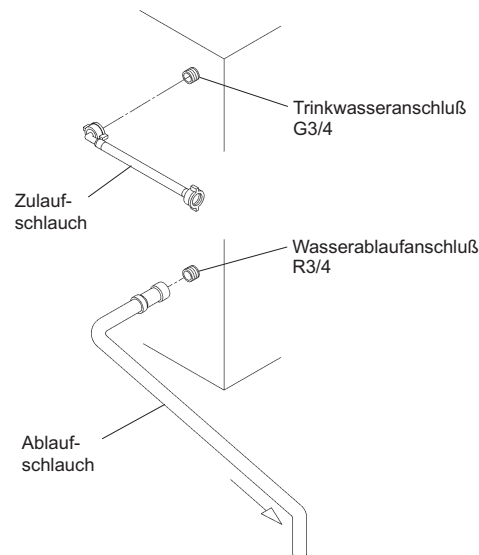

Abb. 4
- 1) Das abgewinkelte Ende des weißen, flexiblen Zulaufschlauches (Zubehör) auf den G3/4-Anschluß an der Rückseite des Eisbereiters schrauben (siehe Abb.4). Dabei ist darauf zu achten, daß die Gummidichtung richtig liegt. Mit der Hand ausreichend anziehen bis die Verbindung dicht ist.
- 3) Schrauben Sie wie (in Abb. 4) gezeigt den grauen, flexiblen Ablaufschlauch (Zubehör) mit der Hand auf den R3/4 Anschluß an der Rückseite des Eisbereiters. Dabei ist darauf zu achten, daß die Gummidichtung richtig liegt, damit die Verbindung dicht ist. Der Schlauch kann auf die richtige Länge zugeschnitten werden, um mit dem Hauptabfluß verbunden zu werden.